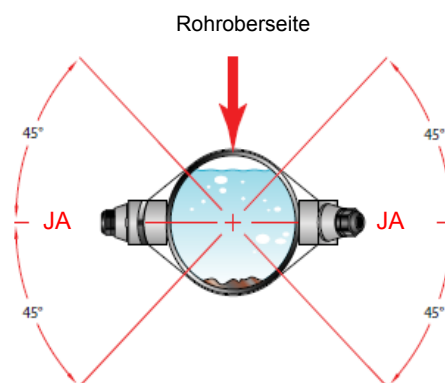

Abb. 23: Sensorausrichtung – horizontale Rohre
Die DTTN-, DTTH- und DTTL-Sensoren müssen korrekt ausgerichtet und mit den geeigneten Abständen am Rohr montiert werden, um eine optimale Zuverlässigkeit und Leistung des Durchflussmessgerätes zu gewährleisten. Bei horizontal verlaufenden Rohren sind die Sensoren in der Z-Anordnung in einem radialen Abstand von 180° zu montieren. Zur unteren und zur oberen Rohrmitte muss mindestens ein Installationsabstand von 45° gewahrt werden. Siehe hierzu Abb. 23. und "Konfigurierung für die Z-Anordnung" auf Seite 22. Bei senkrecht verlaufenden Rohren ist die Ausrichtung nicht entscheidend.
- 3) Den Papierstreifen an der Falzlinie falten. Die Falz markieren. Den Installationsort des einen Sensors am Rohr markieren. Siehe hierzu Abb. 23 bezüglich der korrekten radialen Ausrichtung. Den Papierstreifen wieder um das Rohr wickeln und dabei das eine Ende des Streifens mit einer Ecke an dem markierten Punkt platzieren. Nun den Streifen bis zum anderen Ende des Rohrs anlegen und die Enden der Falz am Rohr markieren. Nun vom Ende der Falz (vom Installationsort des ersten Sensors direkt über das Rohr) die unter "**Messstelle > Laufzeit**" angegebene Länge für den erforderlichen Abstand abmessen. Diesen Punkt am Rohr markieren.